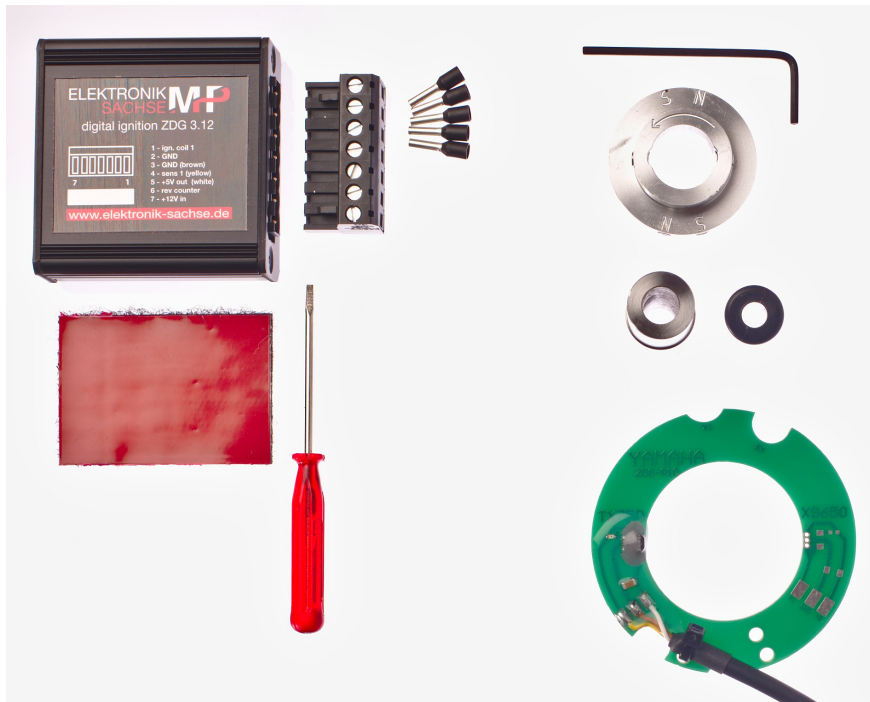

Abbildung 1 Lieferumfang
Abbildung 1 zeigt was im Paket mitgeliefert werden sollte. Zu beachten ist, daß die Abbildung eventuell nicht die aktuellste Version des Produktes zeigt. Beizeiten ändern wir die Produkte ab, so daß die Teile anders aussehen können, ein Teil fehlt oder eines hinzukommt. Falls es solche Abweichungen geben sollte oder etwaige andere Fragen, kontaktieren sie uns gerne.
- Nun den Magnetring in die Position drehen, dass sich der Sensor zwischen den beiden Magneten befindet (siehe Bild 1, welche der beiden Magnetpaare ist egal), auch darauf achten, dass sich die Magnete in Höhe des Sensors befinden.